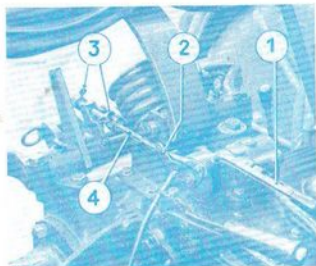

FIG. 20. — Commande et asservissement du relevage.
B) UTILISATION DU RELEVAGE (fig. 20)